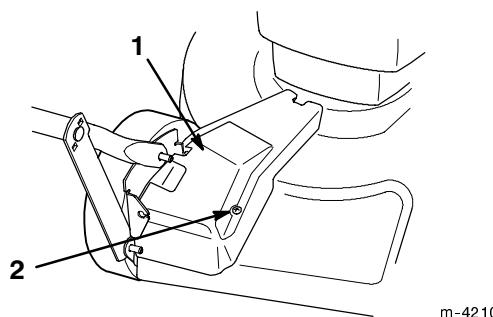

Figure 71
1. Le moteur étant arrêté, enlevez le boulon de fixation du carter de courroie (Fig. 71) et déposez le carter.